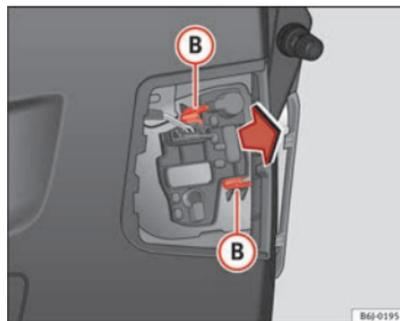

Fig. 162 Desmontaje del portalámparas
- Desmonte el portalámparas presionando los clips de sujeción (B) => fig. 162 y extráigalo hacia afuera.